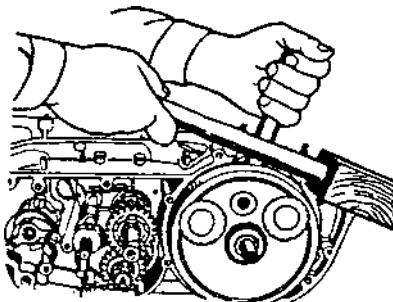

Рис. 2.24. Снятие левой половины картера с полуоси коленчатого вала ИЖ П-5
- нанося легкие удары деревянным молотком по плоскости разъема, снять левую половину картера с полуоси коленчатого вала (рис. 2.24);